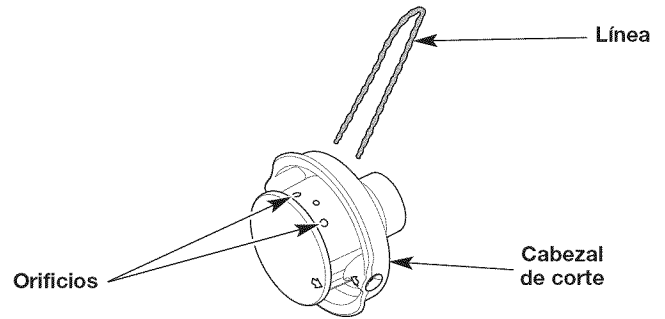
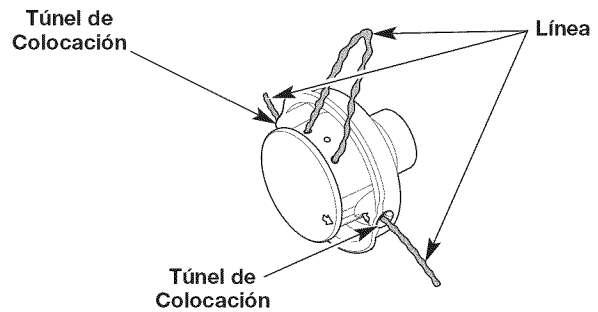

Fig. 16
Fig. 17
3. Inserte los extremos de la línea en los orificios circulares grandes ubicados al costado del cabezal de corte (Fig. 16). Empuje la línea a través de los orificios hasta que ambos extremos salgan de los túneles de colocación (Fig. 17).